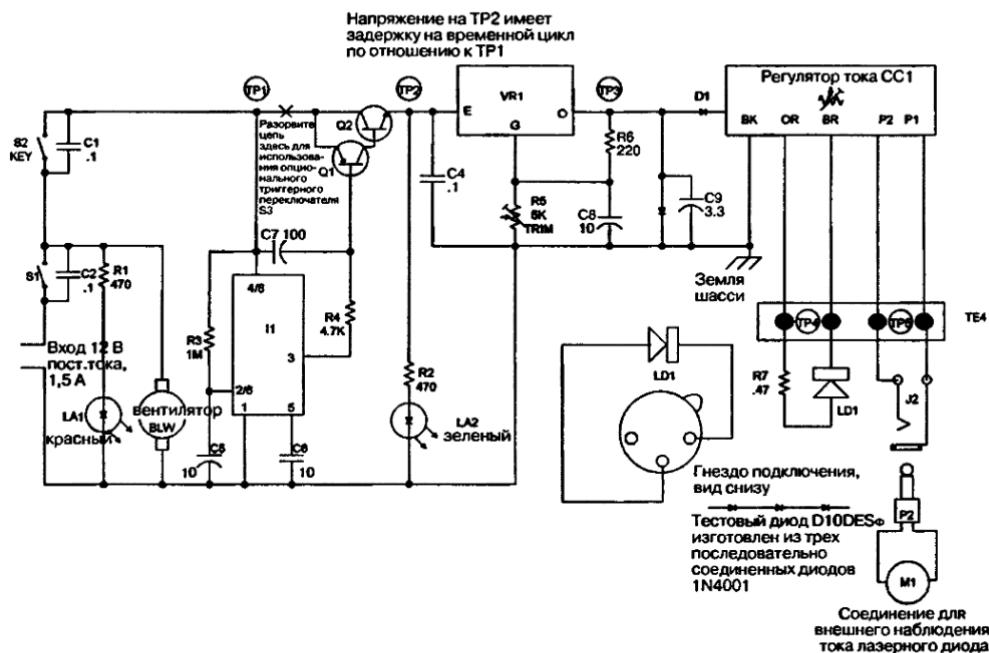

Рис. 9.2. Принципиальная схема диодного лазера
в лабораторных условиях. Мы предлагаем нестандартный тип переключателей, которые при определенных условиях могут вызвать временные повреждения. Входное питание включается тумблером S1, который сразу включает вентилятор BLW1 и индикаторный светодиод LA1. Запуск самого лазера осуществляется кнопочным переключателем S2, который запускает таймер II с необходимой задержкой, требуемой для лазеров класса IV. Выходной сигнал таймера включает с задержкой переключательную схему на транзисторах Q1 и Q2 посредством медленного заряда стартового конденсатора C7 при включении, как показано на рис. 9.2.
Цоколевка стабилизатора напряжения VR1 (см. рис. 9.2), вид снизу со стороны выводов
- Соберите тестовый диод из трех последовательно соединенных полупроводниковых диодов типа 1N4001 для моделирования лазерного диода (см. рис. 9.2).